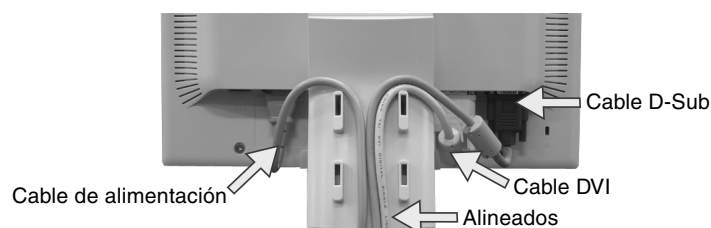

Figura C.2
5. Coloque el cable DVI, el cable D-Sub y el cable de alimentación entre los salientes indicados en la **figura C.2**.
6. Asegúrese de que todos los cables quedan pegados al soporte en toda su extensión (**figura C.2**).